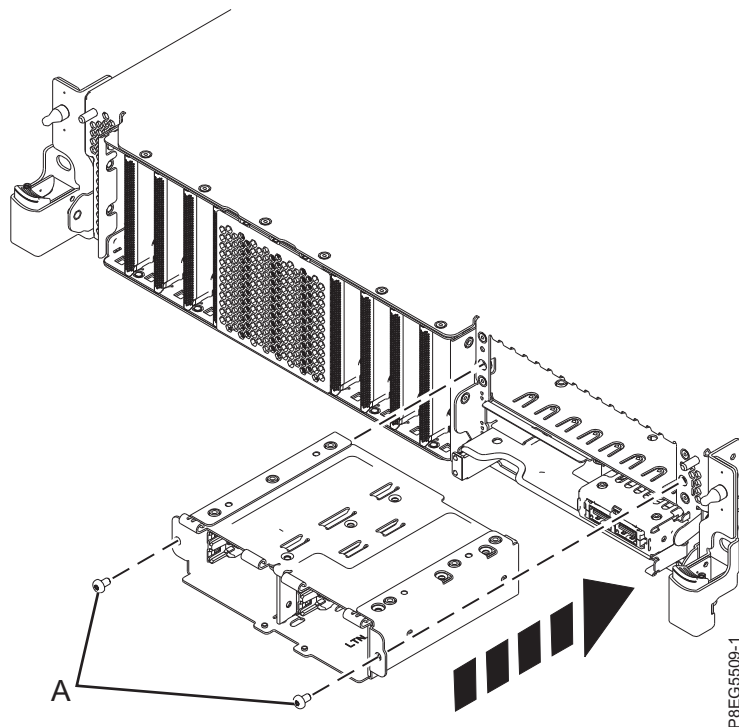

Figura 6. Reinstalación del receptáculo de SSD
4. Si el sistema tiene la placa posterior de la unidad de disco de función ampliada, deslice el receptáculo de SSD a su posición. Coloque y apriete los tornillos (A). Consulte la Figura 6 en la página 9.